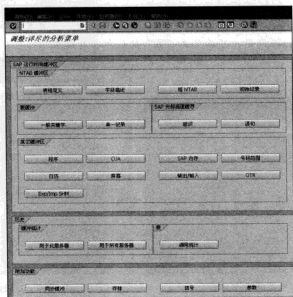

图 13-11 缓存分析详细分析菜单
STEP 3 单击“详细分析菜单”按钮，进入详细分析菜单，如图 13-11 所示。在此界面中，可以按照不同的方式去查看，例如按照“表格定义”、“字段描述”去查看 NTAB 缓冲区的相关信息。